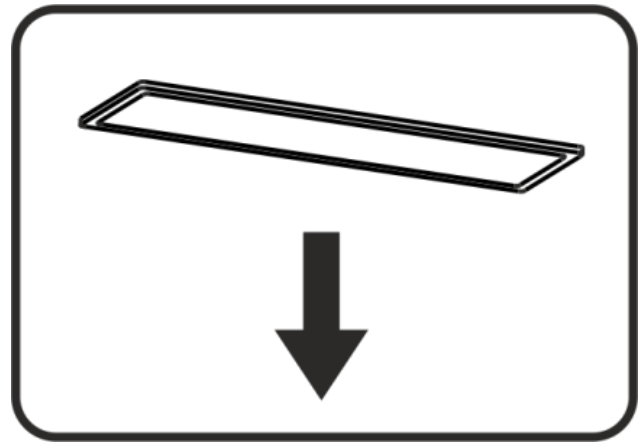

Рис.7
8.8 На витяжці встановлено лампу підсвітки робочої зони плити. Перед початком заміни ламп освітлення необхідно відключити витяжку від електромережі, дати можливість охолонути лампі. Для заміни лампи необхідно зняти алюмінієві фільтри, відтиснути тримач патрона так, щоб лампа вийшла з корпусу витяжки. Замість неї необхідно встановити нову з тими ж характеристиками і встановити фільтри (рис.7).